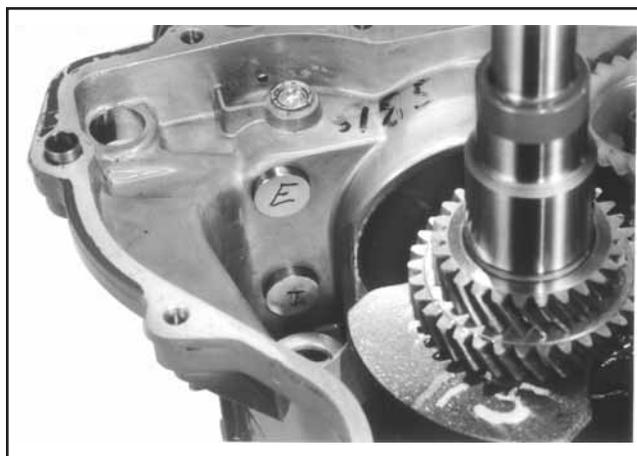

Figure 11-11b. Installation des poussoirs hydrauliques.
3. Noter le marquage identifiant les poussoirs comme appartenant au côté d'admission ou au côté d'échappement. Installer les poussoirs hydrauliques dans le carter. Voir figure 11-11b.